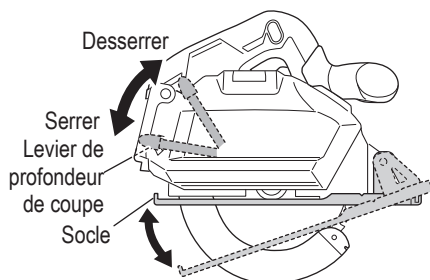

Fig. 20
2. Vérifier si le levier est serré (Fig. 20)